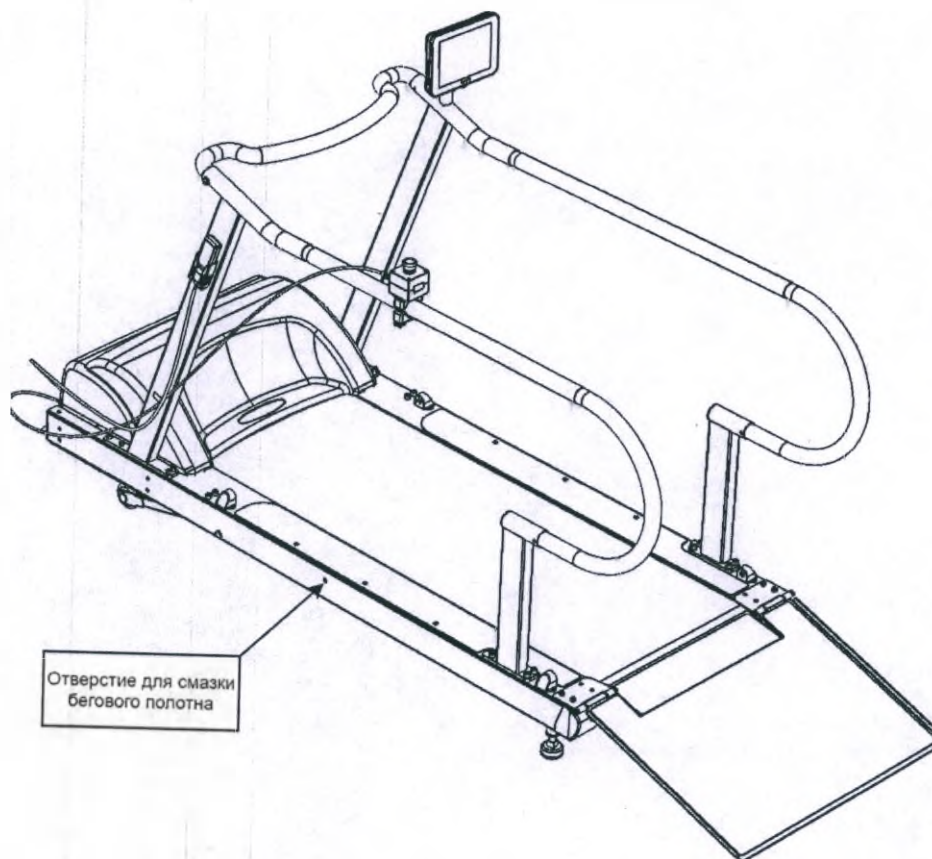

Рисунок 60 - Расположение отверстия для смазки бегового полотна
- поместите силиконовую трубку шприца в отверстие на боковой поверхности беговой дорожки (см. рисунок 60), силиконовую трубку необходимо поместить в отверстие на полную длину;